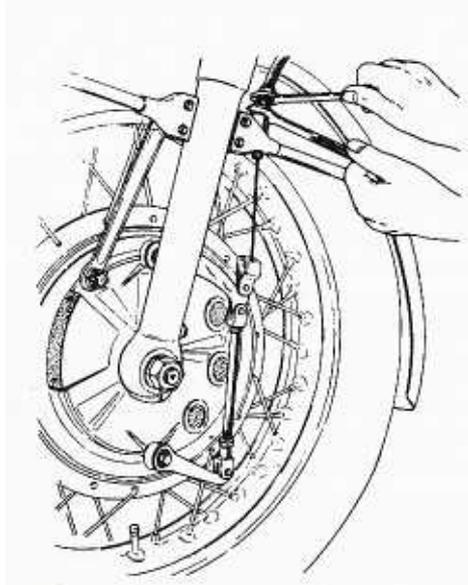
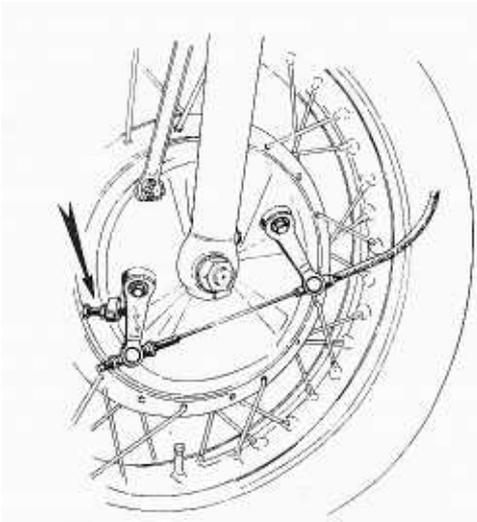

Bild 253
Bild 255
- Die Achsmutter lösen. Die Bremseinstellschrauben zuerst am Lenker, dann an der Bremse lockern und den Bremszug von der Bremse lösen. An der Grimeca-Bremse ist der Bremszug mit Gabelbolzen und Splint befestigt (Bild 253), an der älteren Laverda-Bremse mit Hilfe der Einstellschraube (Bild 255). Die Verbindungsstange zwischen beiden Bremsnockenhebeln nicht verstellen. Die Geschwindigkeitsmesser-Antriebswelle von der Radnabe lösen und herausziehen, und den Bremsanker vom Bremsträger abschrauben. Die beiden Klemmschrauben am unteren Ende der Gabelrohre entfernen, die Achsmutter abschrauben und die Radachse sorgfältig herausziehen; dabei muss das Rad unterstützt werden. Das Vorderrad vorsichtig herausziehen und alle drei eventuell herausfallenden Distanzscheiben aufheben.
mm am äusseren Hebelende. Bei jeder Trommelbremsbauart kann die Einstellung des Leerweges am Handhebel erfolgen. Bei richtiger Einstellung streifen die Bremsbacken gerade nicht mehr an der Bremstrommel. Falls der Einstellweg am Handhebel nicht ausreicht, kann die Grobeinstellung nach Bild 253, 255 oder 256 bei der Trommelbremse erfolgen.
- Die Einstellung der älteren Laverda-Trommelbremse an der Bremsenseite erfolgt am Seilende beim Bremsnockenhebel (Bild 255), bei der neueren Laverda-Bremse und bei der Grimeca-Bremse am Auflagepunkt der Seilhülle (Bilder 256, 253). Die Anschlagsschraube des vorderen Bremsnockenhebels an der älteren Laverda-Bremse und die Verbindungsstange zwischen beiden Bremsnockenhebeln an der neueren Laverda-Bremse und an der Grimeca-